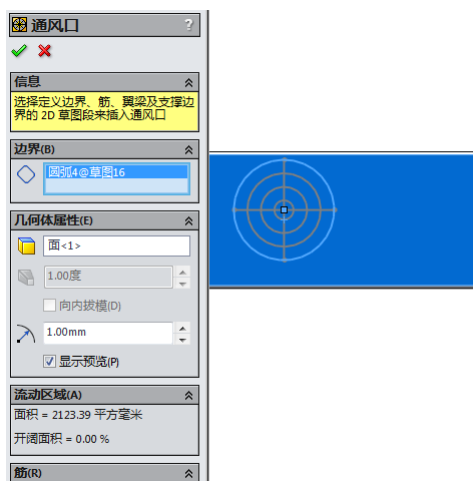

图 11-52 添加位置尺寸
①单击“钣金”工具栏中的“通风口”按钮，或执行“插入”→“扣合特征”→“通风口”菜单命令，弹出“通风口”属性管理器，选择通风口草图中的最大直径圆作为边界，键入圆角半径数值 1，如图 11-52 所示。